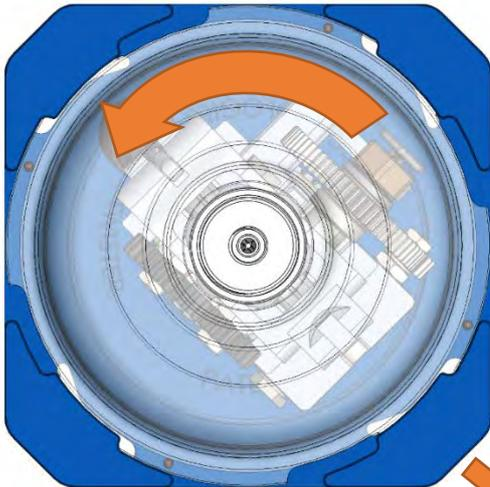

Abbildung 12
1. Drehen Sie die durchsichtige Kunststoffabdeckung gegen den Uhrzeigersinn, bis sich die Sperrklinke aus dem Verriegelungszahn löst. (Abbildung 12 und 13)